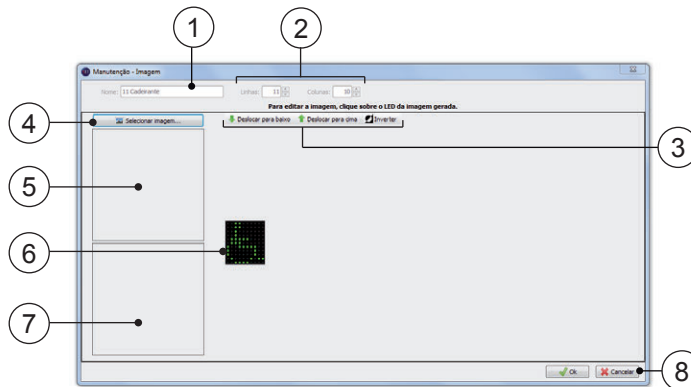

Figura 37 - Cadastro da imagem
- Inclui uma nova imagem. Abre a tela de cadastro da imagem (Figura 37).
- Altera a imagem selecionada. Abre a tela de cadastro da imagem (Figura 37).
Na Figura 37 é mostrada a tela de cadastro da imagem.